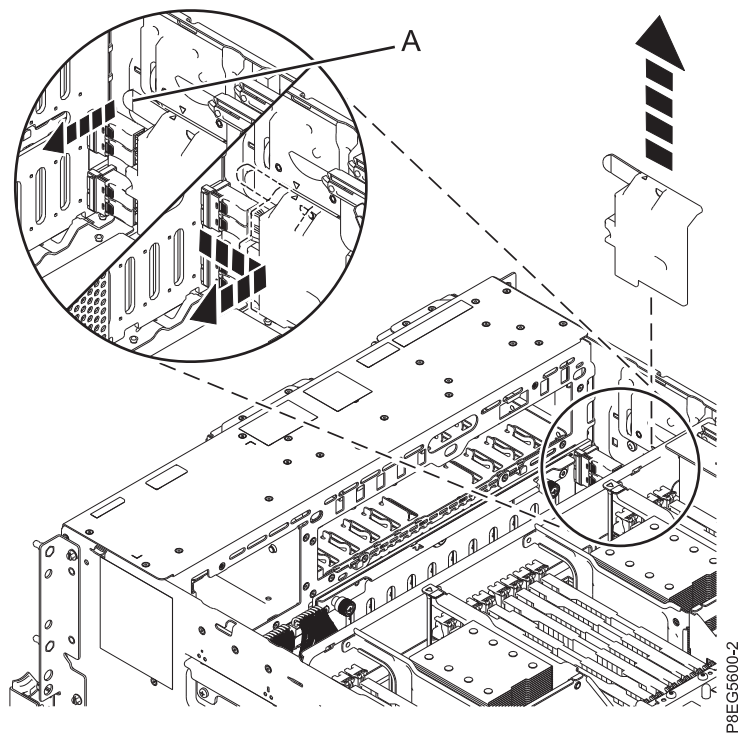

図 2. SAS ケーブル・カバーの取り外し
3. 前面 SAS ケーブルからカバーを取り外します。ハンドル **(A)** をつかみ、システムの側面から引き離してから、 6 ページの図 2 に示すように、カバーを後方にスライドさせて取り外します。